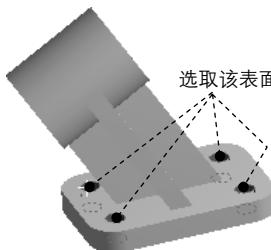

图 7.2.4 添加固定约束条件
步骤 07 添加固定约束条件。在“Outline”窗口中右击 Static Structural (AS) 选项，在弹出的快捷菜单中选择 Insert → Fixed Support 命令，弹出“Details of ‘Fixed Support’”对话框；选取图 7.2.4 所示的四个圆柱孔内表面为固定对象，在 Geometry 后的文本框中单击 Apply 按钮，完成固定约束的添加。